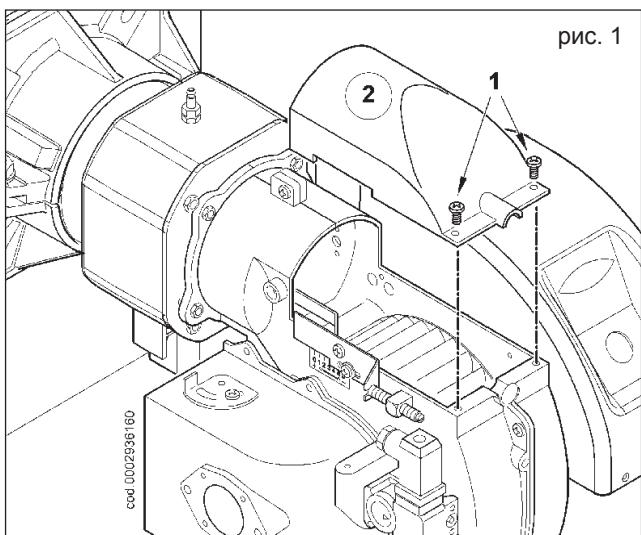

рис. 1
- 1) Открутить винты (1) и снять крышку (2), смотрите рисунок 1.